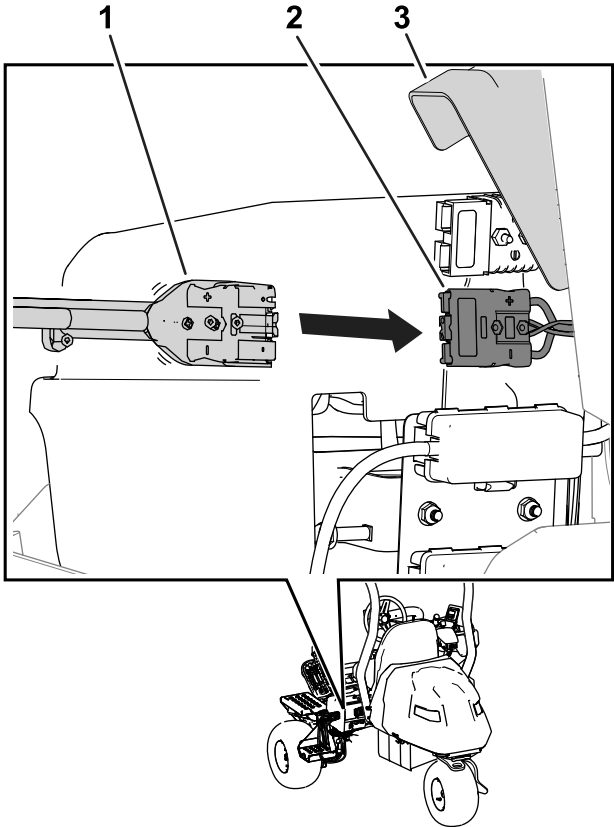

Figura 33
7. Sollevate la copertura dei connettori e collegate il connettore della presa di carica al connettore caricabatterie della macchina facendolo scorrere su di esso (Figura 33).